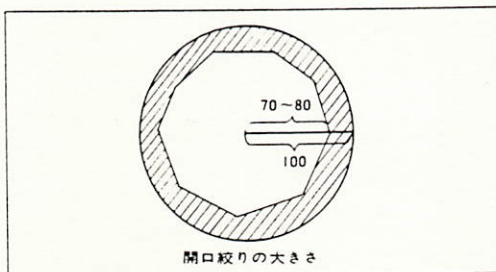

図19
5) 開口絞りレバーを操作して、開口絞りを対物レンズの開口数の70~80%となるよう絞り、コントラストを高めます。(図19) 又、視野絞りを絞ると更にコントラストが上がります。